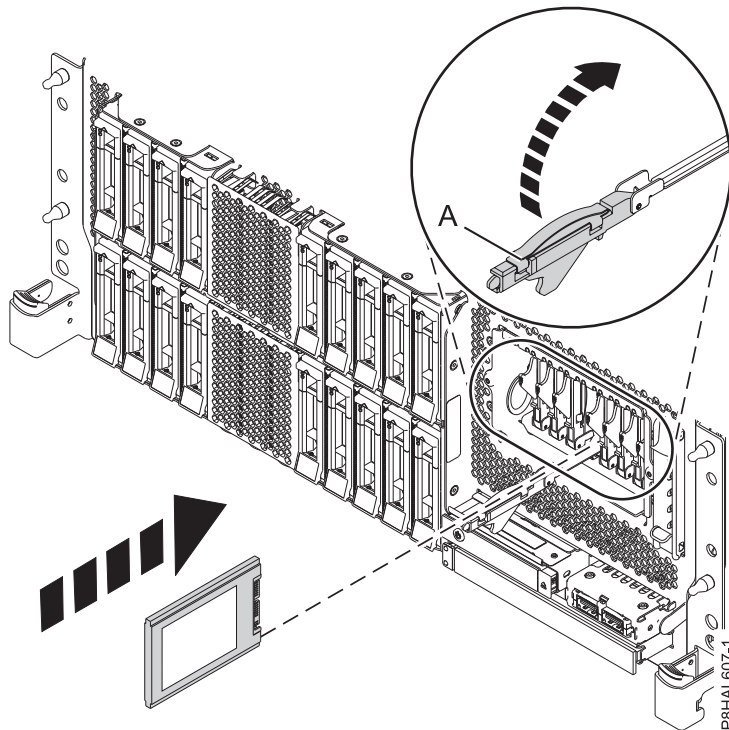
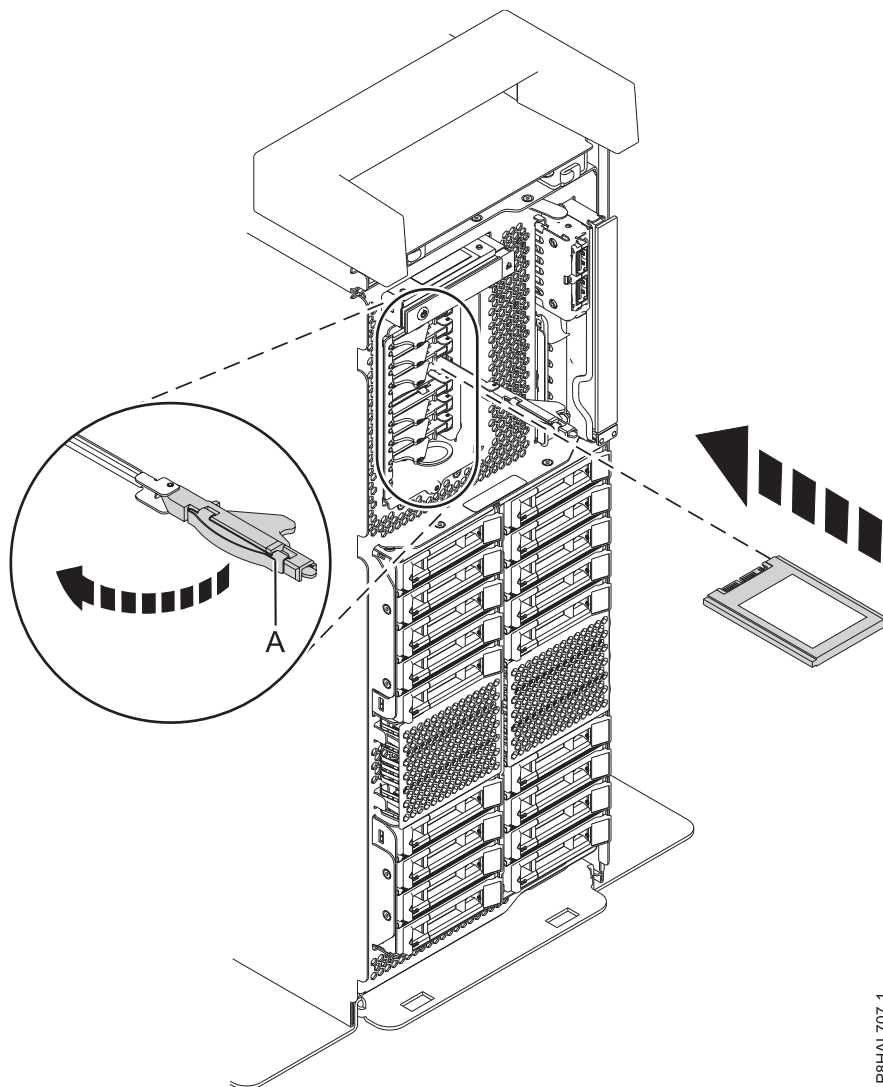

Figura 83. Sustitución de una SSD en un sistema de función ampliada montado en bastidor
Figura 84. Sustitución de una SSD en un sistema autónomo de función ampliada
12. Con el asa de la bahía de unidad SSD (A) en la posición de desbloqueo, tire de la palanca hacia afuera para acceder a los rieles de guía de la ranura de SSD. Sostenga la SSD por la parte inferior mientras la alinea con los rieles de guía de la ranura de SSD. Consulte la Figura 83 en la página 93 y la Figura 84 en la página 94.
16. Bloquee la unidad girando el asa de la bahía (A) en la dirección que se muestra en la Consulte la Figura 83 y la Figura 84 en la página 94.